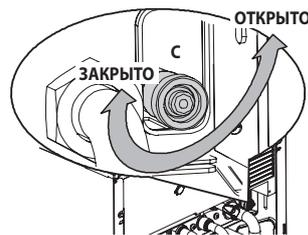

Рис. 8.3
- Ослабьте кран опорожнения котла С (Рис. 8.3).